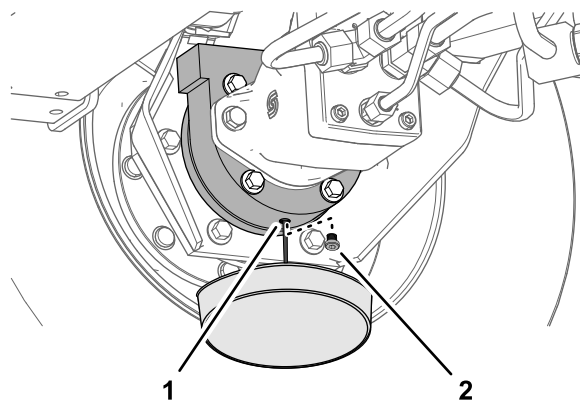

Figure 101
6. Placez un bac de vidange sous le carter de frein, enlevez le bouchon de vidange et vidangez toute l'huile (Figure 101).